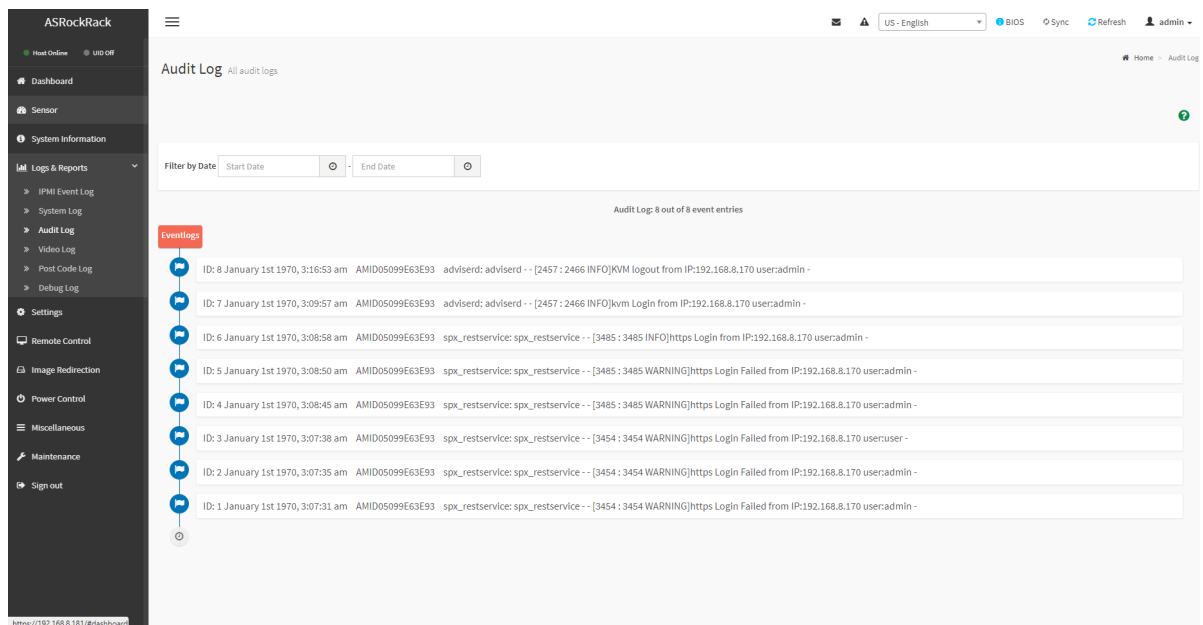

Рис. 108. Окно «Audit Log»
- 4) Пройдите во вкладку «Logs & Reports» → «Audit Log» в данной вкладке отображается информация о входе в систему, чтобы пользователи могли отслеживать доступ к BMC WebUI. В поле «Filter by Date» произведите фильтрацию по дате начала события «Start Date», в поле «End Date» произведите фильтрацию по дате окончания события. Окно показано на рис. 108 Окно «Audit Log»